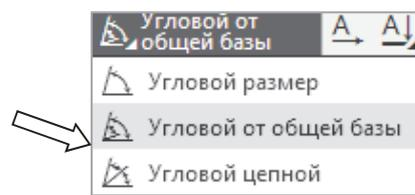

Рис. 3.14-2
1. Вызвать команду **Черчение** → **Размеры** → **Угловой от общей базы** (рис. 3.14-2).